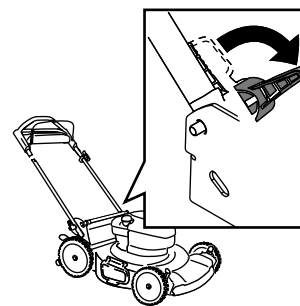

Figure 22
3. Déverrouillez la poignée (Figure 22).